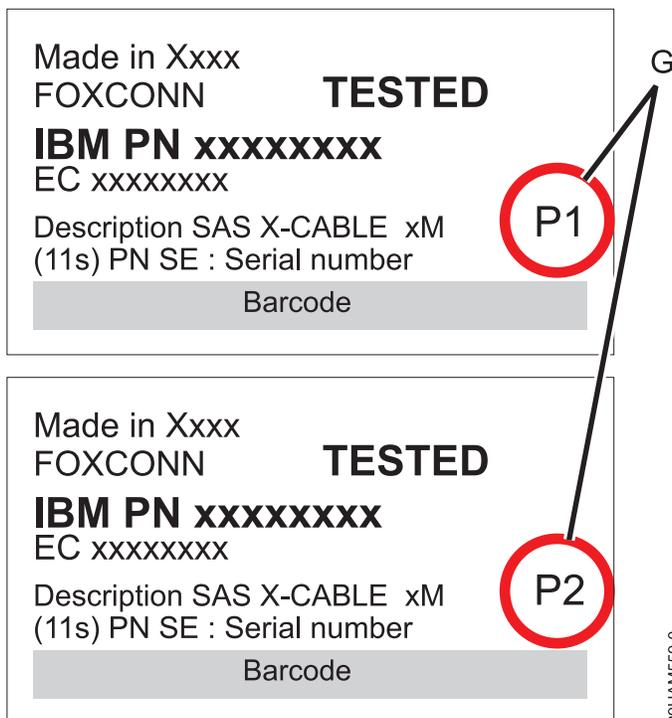

Figure 30. Etiquettes des câbles d'adaptateur SAS avec les identificateurs P1 et P2
**Remarque :** La figure 30, à la page 28 montre des exemples d'identificateurs P1 et P2.
- Le câble qui se branche sur l'adaptateur SAS indépendant 1 (C) comporte une étiquette avec l'identificateur P1 (G). Cet adaptateur n'accède à aucun autre adaptateur indépendant et accède uniquement aux baies d'unité D1 à D6.
- Le câble qui se branche sur l'adaptateur SAS indépendant 2 (D) comporte une étiquette avec l'identificateur P2 (G). Cet adaptateur n'accède à aucun autre adaptateur indépendant et accède uniquement aux baies d'unité D7 à D12.
- Le câble qui se branche sur l'adaptateur SAS indépendant 3 (E) comporte une étiquette avec l'identificateur P1 (G). Cet adaptateur n'accède à aucun autre adaptateur indépendant et accède uniquement aux baies d'unité D13 à D18.
- Le câble qui se branche sur l'adaptateur SAS indépendant 4 (F) comporte une étiquette avec l'identificateur P2 (G). Cet adaptateur n'accède à aucun autre adaptateur indépendant et accède uniquement aux baies d'unité D19 à D24.